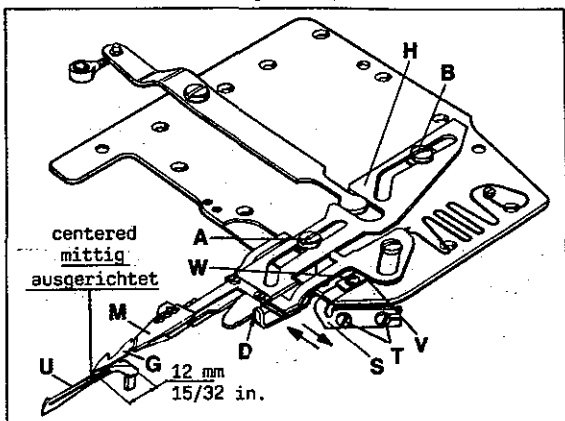
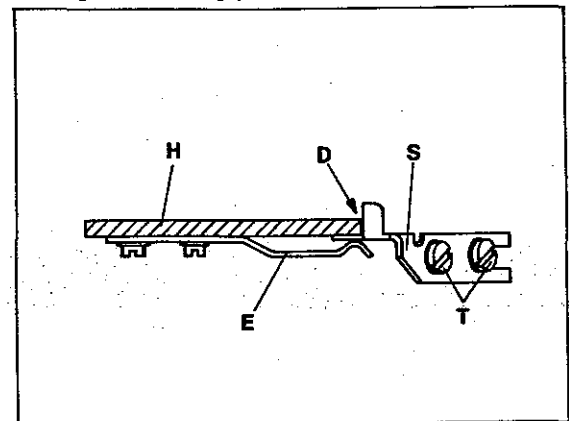
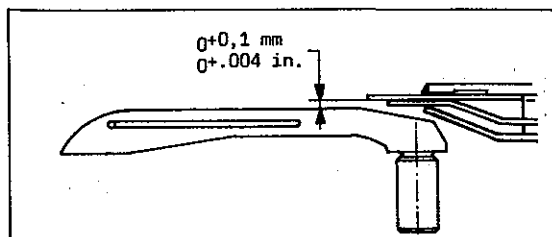

Fig.43
Fig.44
Fig.45
- 3.1 Loosen screws (T, Fig. 43) and move guide (S) to the front (towards the operator).
For adjustment loosen screw (B, Fig. 43) and rotate lower knife holder (H) around screw (A) until the lower knife tip centers above the ridge on the top of the looper blade.
- 3.4 Stop (V, Fig. 43) limits the movement of the upper knife (M) to the left.
Now move guide (S, Fig. 43) to the rear (away from operator) until it contacts the lower knife holder (H) at point (D, Figs. 43 and 44) without deflecting it.
Simultaneously set by lowering or raising guide (S, Fig. 44), which is also positioned between lower knife holder (H) and leaf spring (E), the height of lower knife above the top ridge of looper blade according to Fig. 45. Retighten screws (T, Figs. 43 and 44).
**NOTE:** Always when loosening screw (B, Fig. 43) for setting the lower knife tip, it is necessary to readjust guide (S, Figs. 43 and 44).
- 3.1 Lösen Sie die Schrauben (T, Fig. 43) und schieben Sie die Führung (S) nach vorne (zur Bedienungsperson).
- 3.2 Bei genau am oberen Endpunkt ihrer Bewegung stehenden Nadeln schwenken Sie den Fadenabschneidermechanismus nach links, bis die Spitze des Untermessers (G, Fig. 43) 12 mm vom rechten Ende des Greifers (U) entfernt ist.
Zur Einstellung lösen Sie die Schraube (B, Fig. 43) und drehen den Träger für Untermesser (H) um die Schraube (A) bis die Untermesserspitze mittig über dem Rücken der Greiferklinge steht.
- 3.4 Der Anschlag (V, Fig. 43) begrenzt die Bewegung des Obermessers (M) nach links.
Schieben Sie nun die Führung (S, Fig. 43) nach hinten (von der Bedienungsperson weg) bis sie im Punkt (D, Fig. 43 und 44) am Träger für Untermesser (H) ohne zu drücken anliegt.
Stellen Sie gleichzeitig durch nach unten oder oben Verschieben der Führung (S, Fig. 44), die auch zwischen dem Träger für Untermesser (H) und Blattfeder (E) liegt, die Höhe des Untermessers über dem Rücken der Greiferklinge nach Fig. 45 ein. Ziehen Sie die Schrauben (T, Fig. 43 und 44) wieder an.
**BEACHTEN SIE:** Nach jedem Lösen der Schraube (B, Fig. 43) zum Einstellen der Untermesserspitze, muß die Führung (S, Fig. 43 und 44) neu eingestellt werden.